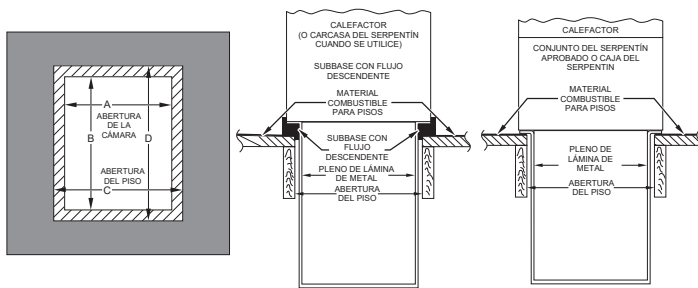

Fig. 25 – Instalación sobre piso combustible
2. Abra un agujero en el piso según la Tabla 5 y la Fig. 25.
3. Construya la cámara según las dimensiones especificadas en la Tabla 5 y la Fig. 25.
4. Instale un conjunto del serpentín de base o caja de serpentín especial como se muestra en la Fig. 25.